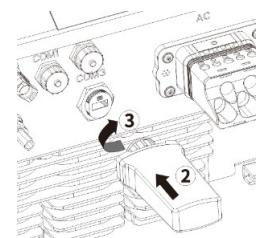

Fig. 19: Racordarea stick-ului WLAN
- 4 Introduceți cablul de rețea în COM1 sau COM2 (a se vede fig. 19, respectați succesiunea și sensurile indicate de săgeată)